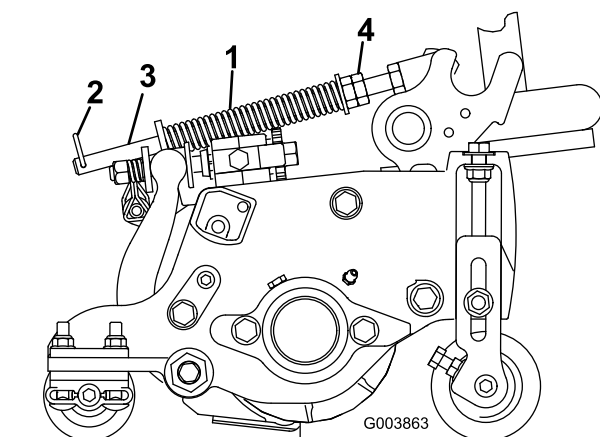

Figure 21
1. Vérifiez que la goupille fendue est insérée dans le trou de la tige de ressort (Figure 21).
2. Serrez les écrous hexagonaux à l'extrémité avant de la tige de ressort jusqu'à ce que la longueur du ressort comprimé soit égale à 15,9 cm (Figure 21).